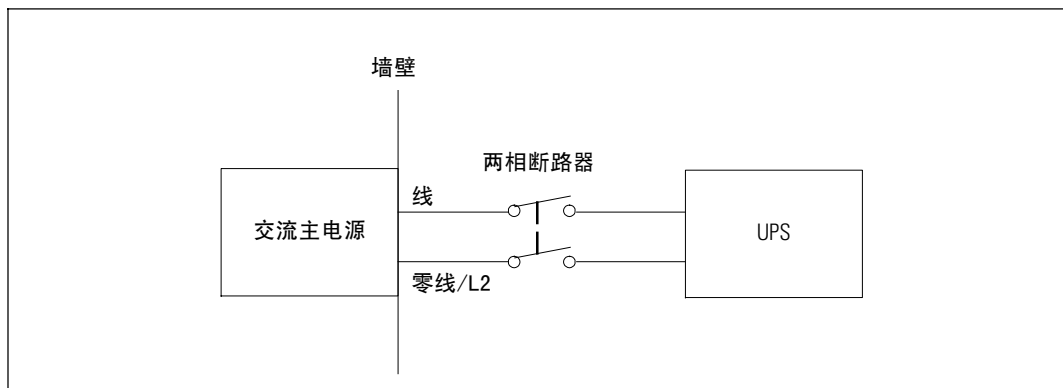

图 17. 电路断路器图
- 保护设备要求在 UPS 输出和主电源之间有两相断开设备（参见图 17）